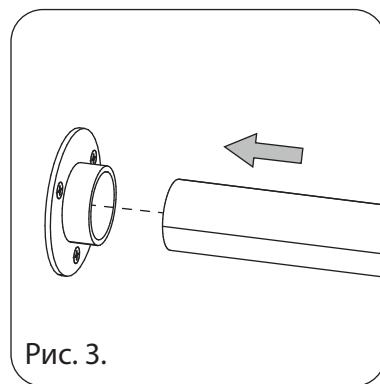

Рис. 3.
3. Вставте штангу в штангодержатель (см. рис. 3), одновременно надев второй штангодержатель с обратной стороны (см. рис.4) .